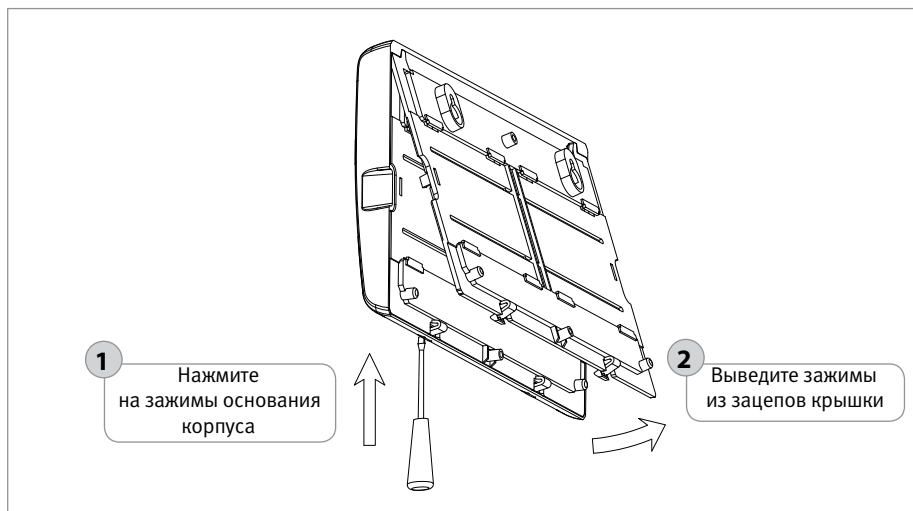
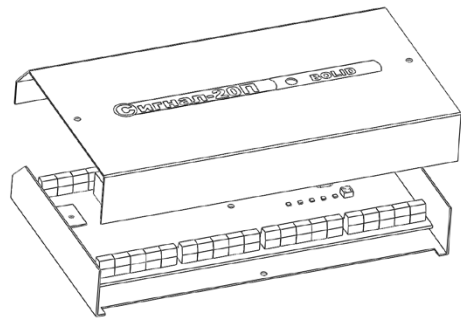

Рисунок 15. Снятие крышки прибора «Сигнал-20М»
Рисунок 17. Снятие крышки блока «Сигнал-20П исп.01»
- 1.3. Снимите крышку блока в порядке, указанном на Рисунок 15, Рисунок 16 и Рисунок 17.
- 2.3. Снимите крышку блока в порядке, указанном на Рисунок 15 и Рисунок 16.